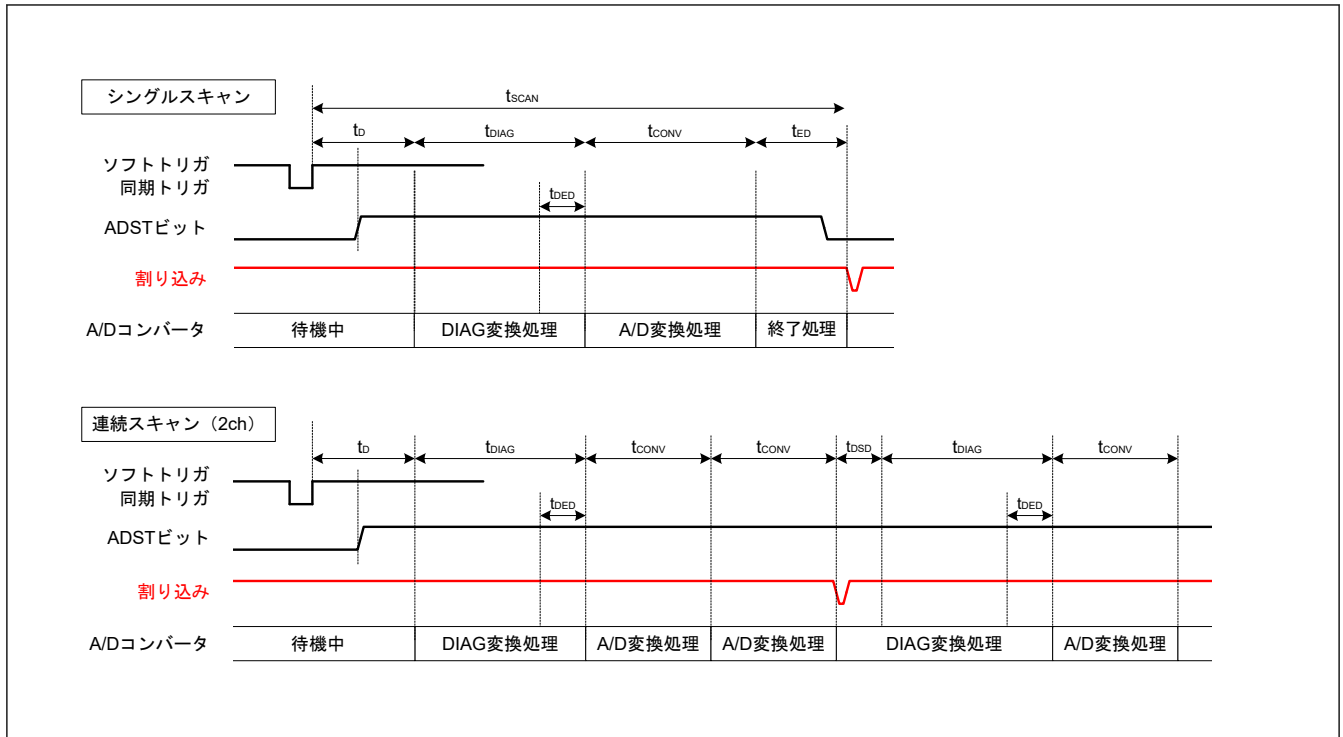
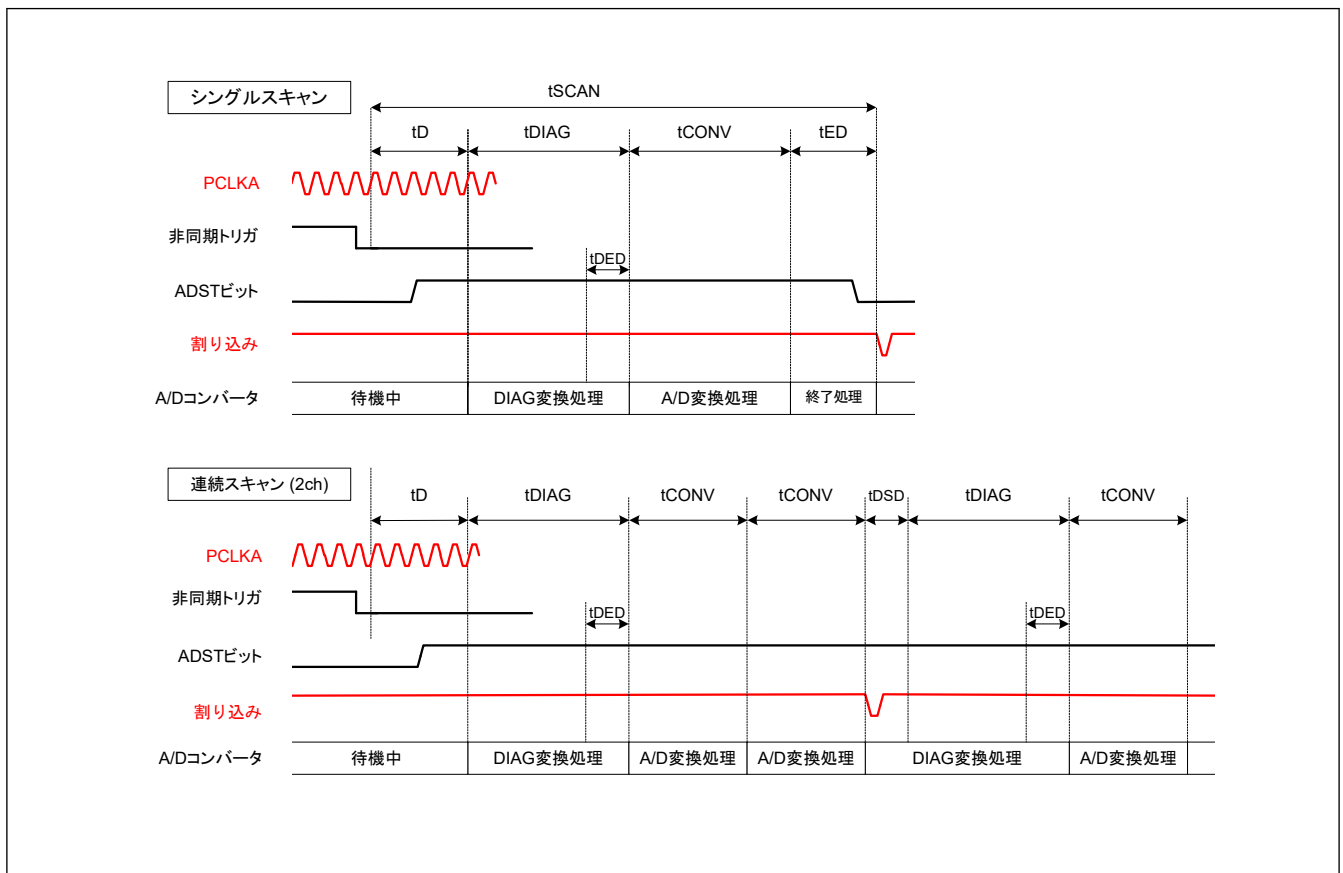

図 39.35 スキャン変換のタイミング (ソフトウェア起動または同期トリガ入力 (GPT, ELC) 起動の場合)
図 39.36 スキャン変換のタイミング (非同期トリガ入力 (ADTRGn (n = 0, 1)) 起動の場合)
図 39.35 に、ソフトウェアトリガまたは同期トリガ (GPT, ELC) 起動によりスキャン変換を行う場合のタイミングを示します。また、図 39.36 に、非同期トリガ (ADTRGn (n = 0, 1)) 起動によるスキャン変換を行う場合のタイミングを示します。スキャン変換時間 (t_{SCAN}) には、スキャン変換開始遅延時間 (t_D)、チャンネル専用サンプル&ホールド回路処理時間 (t_{SPLSH}) (注1)、断線検出アシスト処理時間 (t_{DIS}) (注2)、自己診断 A/D 変換処理時間 (t_{DIAG} および t_{DSD}) (注3)、A/D 変換処理時間 (t_{CONV} および t_{DSD})、チャンネル専用サンプル&ホールド回路終了時間 (t_{SHED}) (注4)、およびスキャン終了遅延時間 (t_{ED}) が含まれます。
- 注 1. t_D , t_{SPLSH} , t_{DIAG} , t_{CONV} , t_{ED} の各タイミングについては、図 39.35 および 図 39.36 を参照してください。